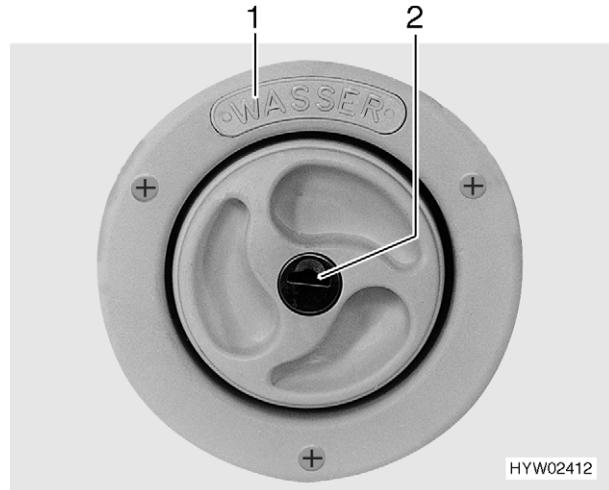

Fig. 27 Couvercle de fermeture du bec de remplissage d'eau fraîche
▷ Le bec de remplissage d'eau fraîche est désigné par l'inscription "WASSER" (eau) (Fig. 27,1).
- Insérer la clé dans le barillet (Fig. 27,2) et la tourner dans le sens inverse des aiguilles d'une montre.